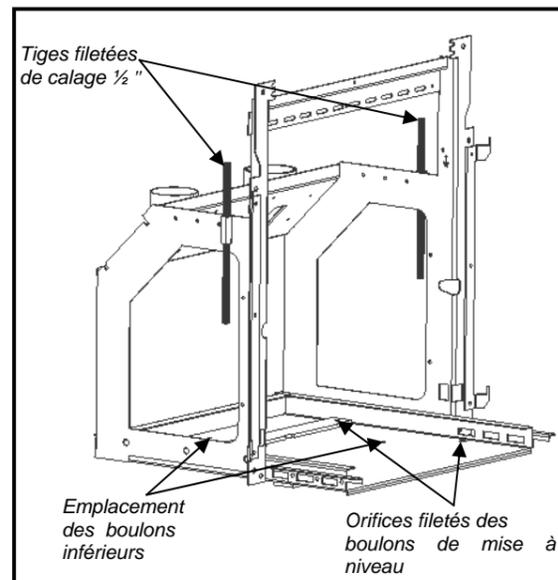

Fig. 24
11. Vissez les 2 tiges filetées de blocage contre le linteau de la cheminée. Il est aussi recommandé de fixer le support au sol avec des vis et des chevilles ou des goujons d'ancrage. Il y a 5 trous disponibles à cet effet. Remarque : il est utile de vérifier à nouveau la bordure. Le support a pu se décaler durant le blocage final (Voir Fig. 24).